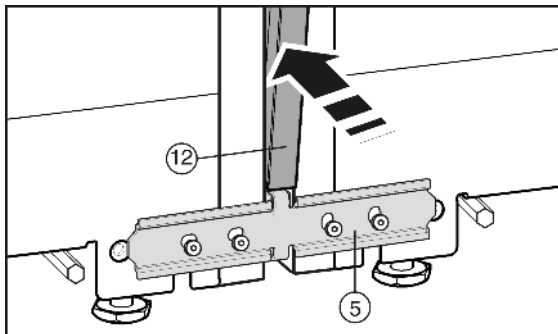

Fig. 9
Mielőtt behelyezné a fedőlécet Fig. 9 (12), a két bordát nyomja össze teljes hosszában. Ezzel a lécet könnyebben be lehet illeszteni a nyílásba. A léc benyomásához használjon törőkendőt, hogy a fedőléc felülete ne horpadjon be. A dísléceket egyenesen és gondosan nyomja be a nyílásba, hogy optimálisan kötődjen.
- ▶ Az első oldalon a hosszú fedőlécet Fig. 9 (12) nyomja be a függőleges nyílásba. Ügyeljen arra, hogy a léc az összekötő lemezen Fig. 9 (5) álljon.